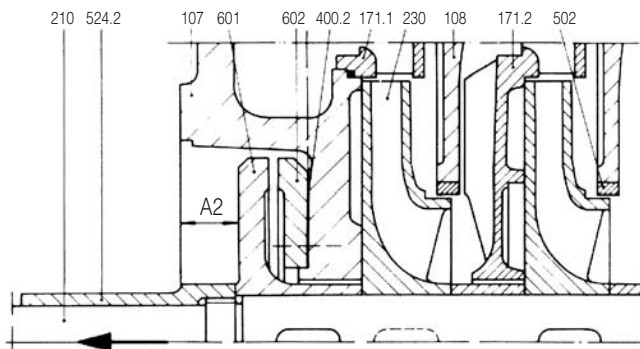

Fig. 52
21. Puxar o eixo na direção do recalque até o rotor encostar no corpo de recalque e nos difusores. Obter a medida "A2" (vide Fig. 52).